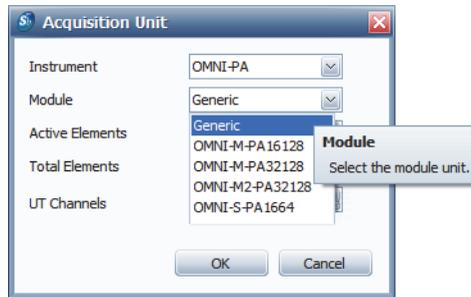

Рис. 7-4 Диалоговое окно Acquisition Unit
3. В списке **Module** выберите модуль (см. Рис. 7-4 на стр. 72).